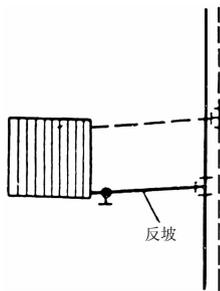

图 9 支管反坡示意
1) 反坡。如果连接散热器的支管坡度反了,会有部分空气滞留在散热器中,如图 9 所示。